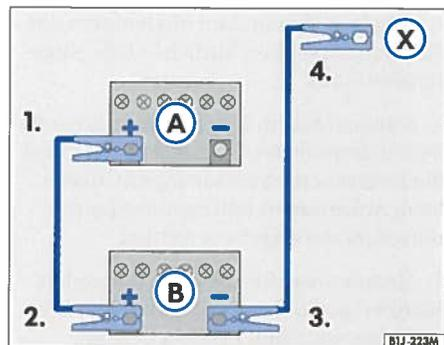

Abb. 122 Schema für das Anklemmen der Starthilfekabel
6. Klemmen Sie das andere Ende des schwarzen Starthilfekabels \Rightarrow Seite 185, Abb. 122 (x) an ein metallisches Teil das fest am Motorblock befestigt ist, sich jedoch nicht in der Nähe der Batterie befindet \Rightarrow